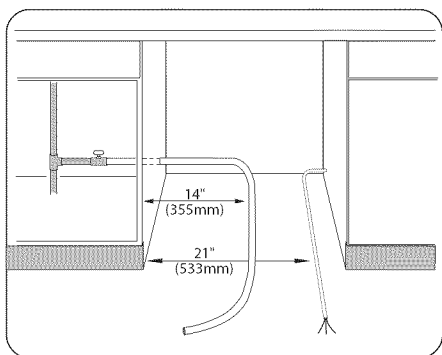

Figure 18/Ilus. 18
1) Straighten and position the hot water supply line and the electrical supply cable as shown in Figure 18 so that they will align with their channels under the dishwasher base.
- 1) Placer et positionner les canalisations en eau chaude et électrique comme à la figure 18 pour qu'elles s'alignent avec les rainures sous la base du lave-vaisselle.
- 1) Enderece y acomode el tubo de alimentación de agua caliente y el cable de alimentación eléctrica como muestra la Ilustración 18 de modo que queden en línea con sus propios canales en la base de la lavadora.